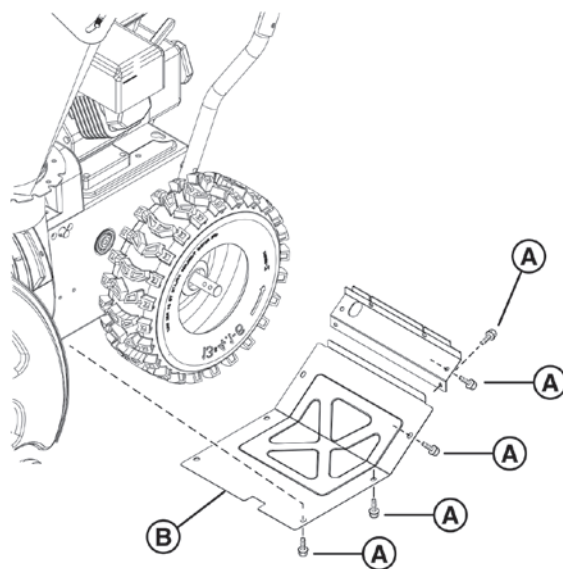

Рис. 24
4. Выкрутите винты (А, Рис. 24) и снимите нижнюю панель (В).